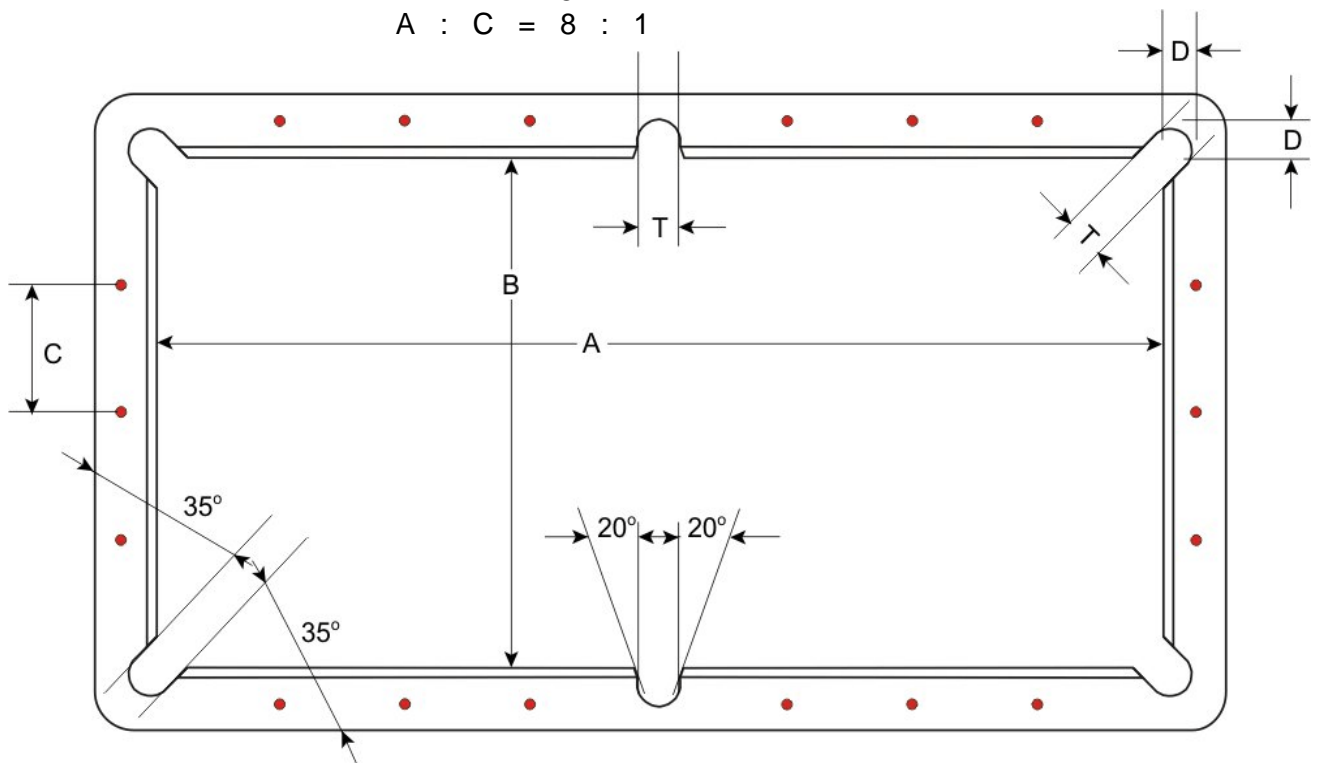

Abbildung 1
- (3) Die Einlaufschräge der Mitteltaschen beträgt ca. 20° , die der Ecktaschen ca. 35° (Abb. 1).
- (6) Der Bandenspiegel (Handauflagefläche) muss mindestens 100 mm breit sein. Auf dem Bandenspiegel sind Markierungen im Abstand von 70 - 90 mm (Maß D) zur Bandeninnenkante entsprechend dem Verhältnis A : C, (siehe Abb. 1) anzubringen.